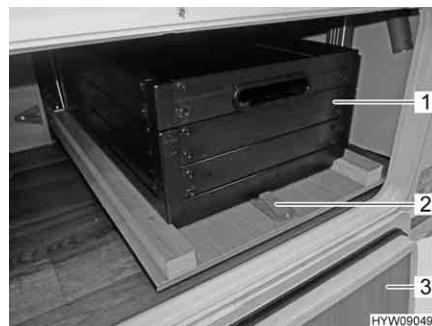
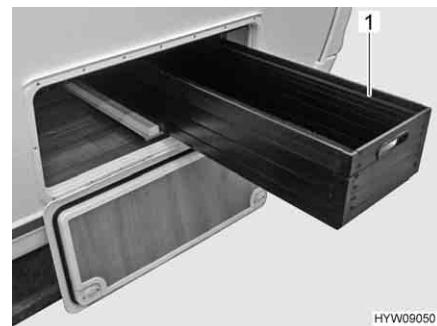

Fig. 7 Contenitore per sci, bloccaggio
Fig. 8 Caricamento del contenitore per sci
- Apertura dello sportello esterno (Fig. 7,3).
- Premere il bloccaggio (Fig. 7,2) ed estrarre il contenitore per sci (Fig. 7,1).
- Spingere verso l'interno il contenitore per sci (Fig. 8,1), fino a quando si innesta dietro il bloccaggio (Fig. 7,2).